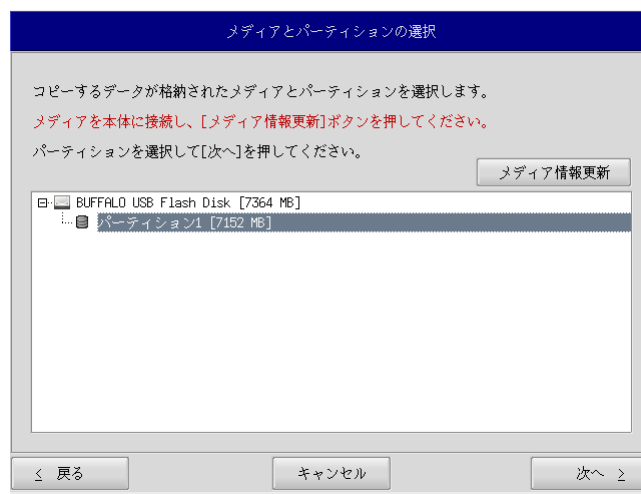

図 5-2-3. メディアとパーティション選択画面
- ⑥ メディアとパーティション選択画面 (図 5-2-3) が表示されます。バックアップ USB を本体に接続し、[メディア情報更新]ボタンを押してください。バックアップ USB のパーティションを選択し、[次へ]ボタンを押します。